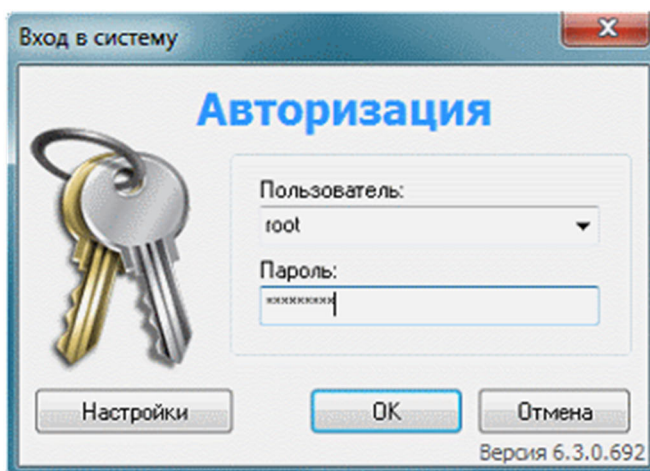

Рисунок 9
3.2.1 После запуска программы выполните авторизацию с правами доступа администратора. Введите в окне имя пользователя и пароль (Рисунок 9). Права доступа создаются в меню «Администрирование» в разделе «Пользователи».